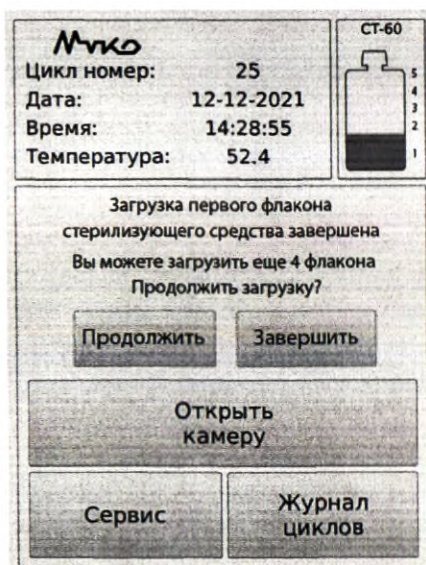

Рис.31
15.3.9 После окончания загрузки 1-го флакона стерилизирующего средства с экрана исчезнет надпись: *«Происходит загрузка первого флакона стерилизирующего средства»*, при этом 1-й уровень индикатора окрасится в зеленый цвет и экран перейдет к виду (Рис.31)
15.3.10 Если требуется загрузка более 1 флакона, то для продолжения загрузки необходимо нажать кнопку «Продолжить» (Рис.31) и повторить п.п.15.3.1-13.3.7 необходимое количество раз, но не более 4, при этом уровни индикатора стерилизирующего средства будут окрашиваться в зеленый цвет в соответствии с количеством залитых флаконов.
15.3.11 Если не требуется продолжение заливки, то необходимо нажать кнопку «Завершить» (Рис.31), при этом произойдет автоматический переход в главное меню.